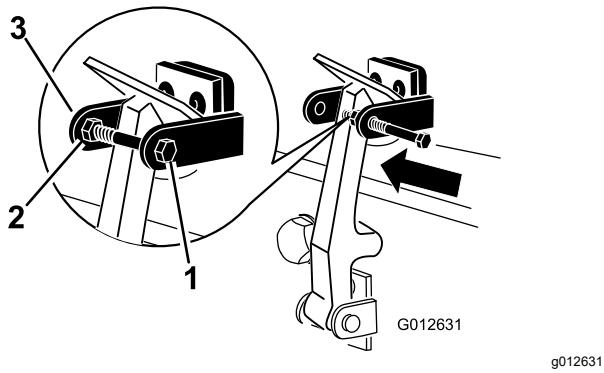

Figura 16
7. Enrosque el perno en el otro brazo del seguro de cierre del capó para bloquear la posición del cierre (Figura 16).